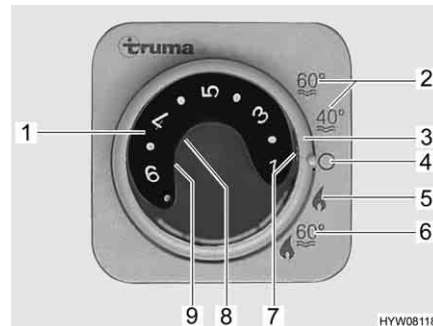

Fig. 189 Unidad de mando para la calefacción/caldera
- Ajustar el modo de funcionamiento con el interruptor giratorio (Fig. 189,3).
Según la temperatura ambiente deseada, la calefacción selecciona automáticamente la potencia de quemador necesaria. Cuando se alcanza la temperatura ambiente deseada se desconecta el quemador. En el modo de funcionamiento "calefacción y caldera" (Fig. 189,6), se calienta también el agua de la caldera. En el modo "calefacción sin caldera" (Fig. 189,5), la calefacción puede funcionar con la caldera vacía.
- Girar el botón giratorio de temperatura (Fig. 189,1) de la unidad de mando al nivel deseado.
- Situar el interruptor giratorio (Fig. 189,3) en el modo invierno "calefacción sin caldera" (Fig. 189,5) o en modo invierno "calefacción y caldera" (Fig. 189,6).
La luz de control verde (Fig. 189,7) se enciende.
- Ajustar el interruptor giratorio (Fig. 189,3) en "O" (Fig. 189,4).
La combinación de los funcionamientos a gas y con electricidad a 230 V acorta el tiempo de calentamiento del vehículo (esto sólo es posible si se ha ajustado el modo de invierno de la calefacción en la unidad de mando (Fig. 189)).